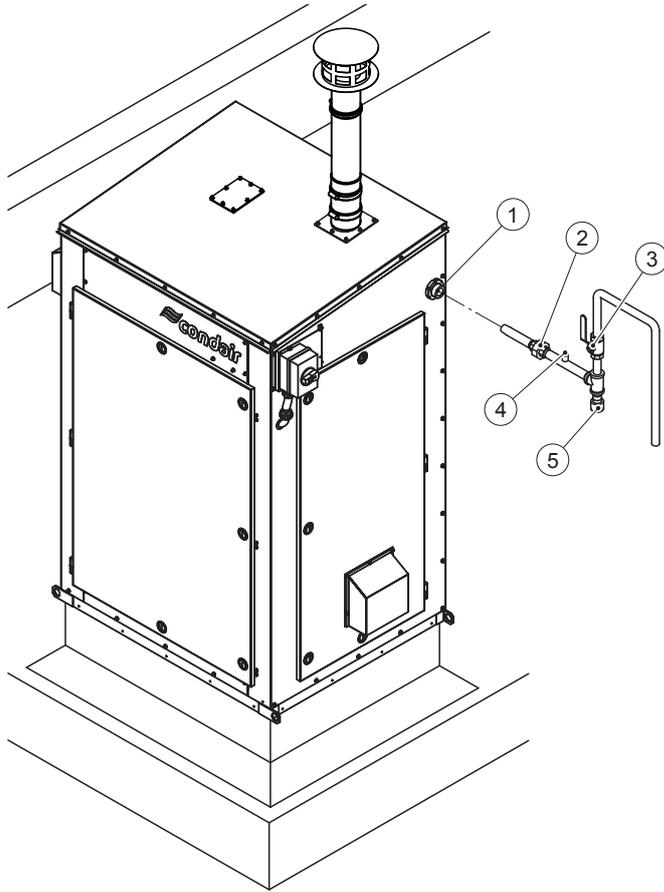

Fig. 13: Vue d'ensemble de l'installation de la conduite de gaz
La conduite d'alimentation en gaz doit être installée conformément à la Fig. 13 à la page 42 et aux codes locaux applicables à l'installation des conduites d'alimentation en gaz. En outre, les exigences suivantes doivent être satisfaites :
- Un robinet d'arrêt de gaz manuel certifié (voir article 3 dans la Fig. 13 à la page 42) doit être installé immédiatement en amont de l'humidificateur. Un dispositif de coupure du gaz à actionnement thermique peut également être installé en amont de l'humidificateur. Installez un tel dispositif en respectant tous les codes et règlements locaux.